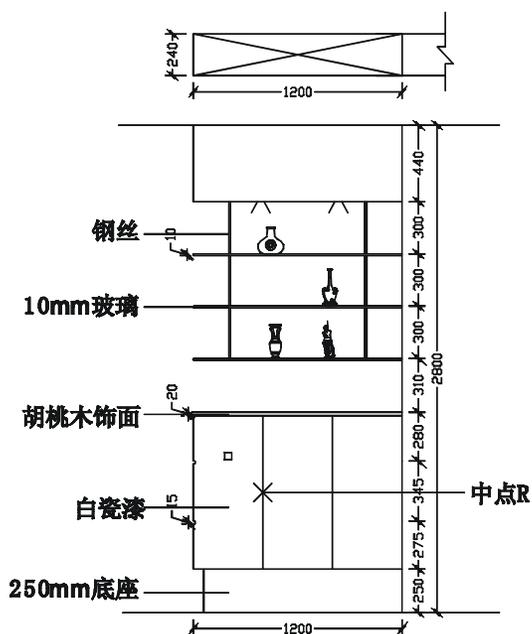
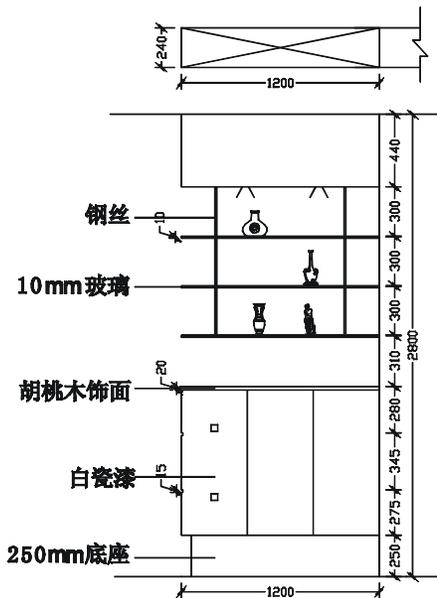

图 8-1-101
图 8-1-102
**STEP 13** 使用绘制矩形命令 RECTANG (REC) 绘制一个 40×40 的正方形,并使用移动命令 MOVE 将其移动到如图 8-1-101 所示的大致位置,其具体的操作步骤如下：
**STEP 14** 使用镜像命令 MIRROR 将如图 8-1-101 所示的正方形镜像一个放在下方，如图 8-1-102 所示，其具体操作步骤如下：
选择对象：指定对角点：找到 1 个 // 单击如图 8-1-101 所示中的正方形
// 按 F3 键打开捕捉功能，单击如图 8-1-101 所示的中点 R